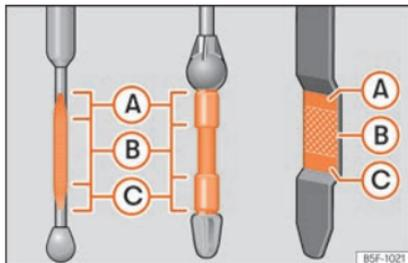

Fig. 221 Vareta de medição do nível de óleo.
– Em seguida, retire-a novamente e verifique o nível do óleo **»»** Fig. 221. Caso seja necessário, reponha óleo do motor.
- Quando o nível de óleo atingir pelo menos a zona » » **Fig. 221 B**, enrosque a tampa do bocal de enchimento com cuidado » » **!**.
Se o nível do óleo se encontrar por cima da zona » » **Fig. 221 A**, não ponha o motor em funcionamento. Pode causar danos no motor e no catalisador. Informe uma oficina especializada.
O nível do óleo não pode ultrapassar, em caso algum, a zona » » **Fig. 221 A**. Caso contrário, poderia ser aspirado óleo pela ventilação do cárter da cambota e chegar à atmosfera através do sistema de escape.